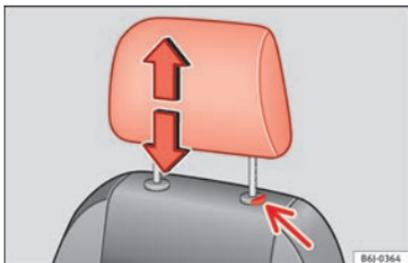

Fig. 141 Ajuste ou desmontagem do encosto de cabeça.
- Pressionar o botão » Fig. 141 (seta).